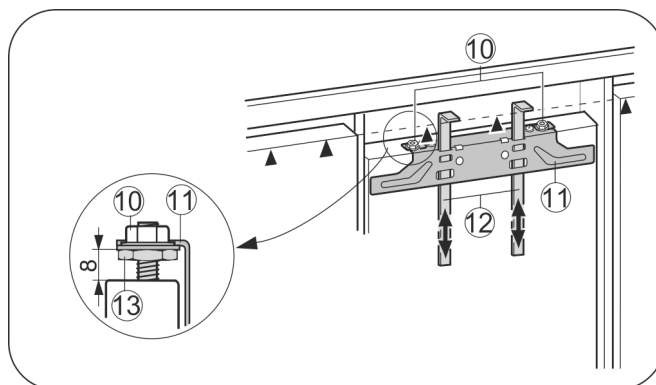

Fig. 17
- ▶ Dosunąć pomoce montażowe Fig. 17 (12) do wysokości drzwi meblowych. Dolna krawędź oporowa ▲ pomocy montażowej = górna krawędź montowanych drzwi meblowych.
- ▶ Odkręcić poziomą listwę mocującą Fig. 17 (11), odkręcając nakrętki zabezpieczające Fig. 17 (10).